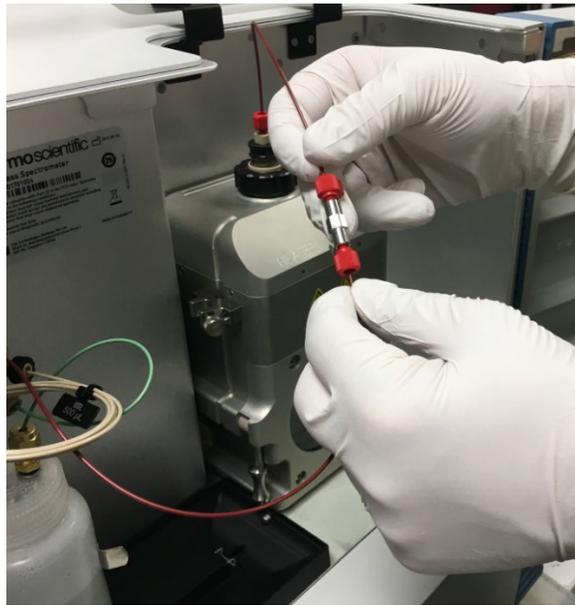

Abbildung 97: Trennen des PEEK-Kapillaranschlusses der Quelle an der Erdungsverbindung
- 8) Trennen Sie die PEEK-Kapillare, die von der Sonde zur Erdungsverbindung verläuft (siehe Abbildung 97).